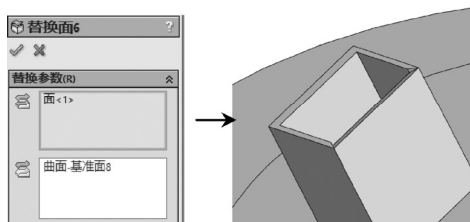

图 4-147 执行替换面操作
STEP 3 单击“曲面”工具栏中的“替换面”按钮，选择“进料口”上表面左侧面为“替换的目标面”，选择 **STEP 2** 创建的面为“替换曲面”，执行替换面操作，如图 4-147 所示。